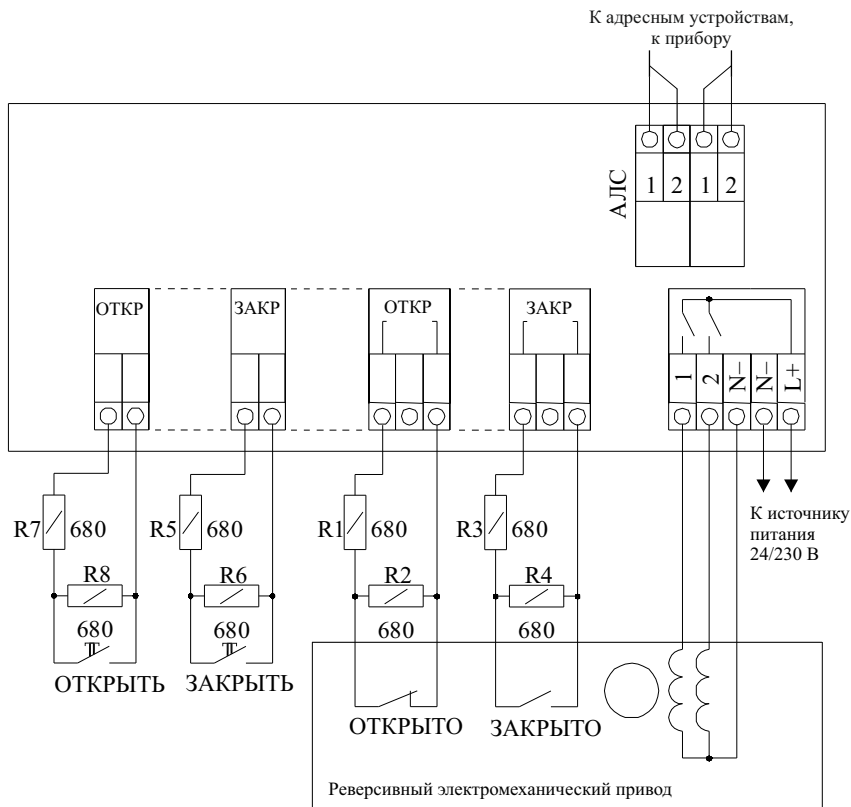

Рисунок 2 – Заслонка огнезадерживающего клапана в положении «Открыто»
- а) реверсивный привод (рисунок 2)